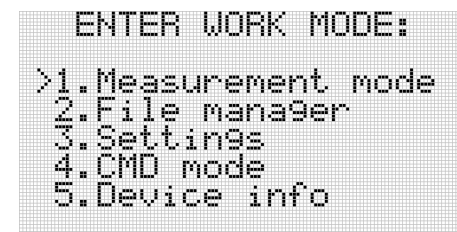

Рис.3.4. Окно выбора режима работы индикатора механического напряжения металла ИН-01м
3.4.4. Выбор режима работы индикатора механического напряжения металла ИН-01м производится путем перемещения указателя кнопками «ВВЕРХ» и «ВНИЗ», и нажатием кнопки «ОК» (рис.3.4).